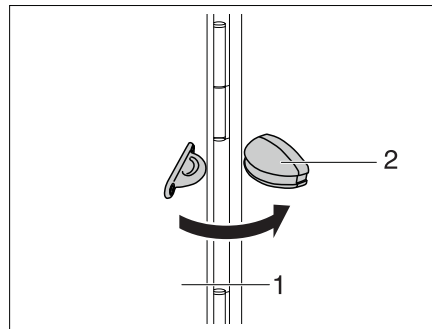

Fig. 53 Freno de la trampilla exterior
- Abrir la trampilla exterior (Fig. 53,1) y plegarla contra la pared del vehículo.
- Empujar la trampilla exterior al freno (Fig. 53,2).
- Retirar la trampilla exterior (Fig. 53,1) con un fuerte tirón del freno (Fig. 53,2).